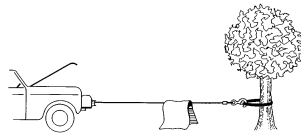

Figure 4
10. Lors de la traction de charges lourdes, il est recommandé de placer une couverture ou une veste lourde sur le câble métallique à proximité de l'extrémité où se trouve le crochet (Figure 4). En cas de rupture du câble, le tissu amortira la rupture et empêchera que le câble ne fouette. Pour une protection complémentaire, soulevez le capot du véhicule.